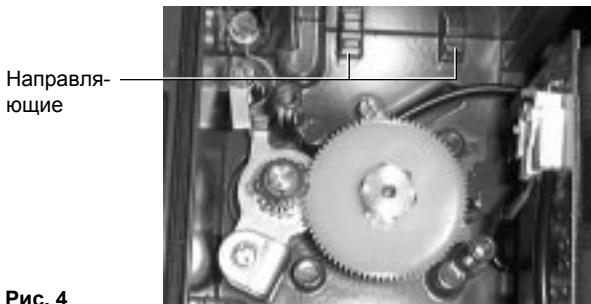

Рис. 4
4.2.4 Вставьте плату опций так, чтобы задний край зафиксировался в направляющих (Рис. 4).